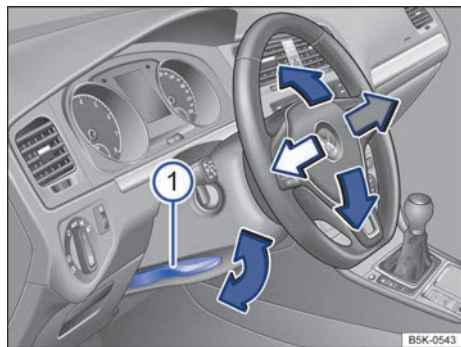

Fig. 77 Debajo del volante, en el guarnecido de la columna de dirección: palanca para el ajuste manual de la posición del volante.
- Tire hacia abajo de la palanca → fig. 77 ①.
- Después del ajuste, presione siempre la palanca → fig. 77 ① firmemente hacia arriba para que no se modifique la posición del volante accidentalmente durante la marcha.